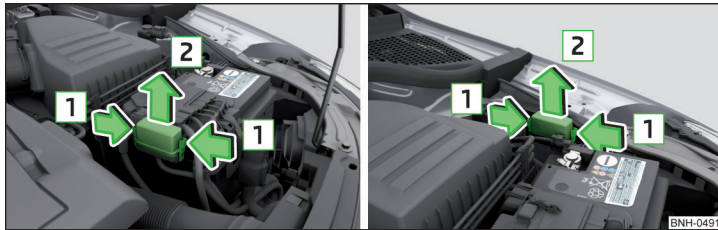

Abb. 159 Fahrzeugbatterie: Abdeckung des Sicherungskastens - Variante 1 / Variante 2
- Die Verriegelungstasten der Abdeckung gleichzeitig in Pfeilrichtung **1** zusammendrücken » Abb. 159.